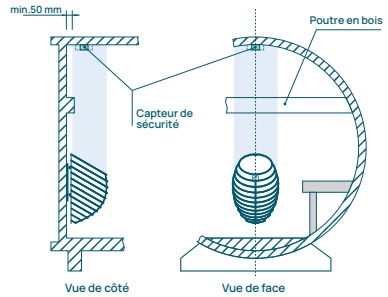

Figure 10. Installation du capteur de sécurité au plafond dans les saunas tonneau : chauffage mural
- Installez le capteur de sécurité au plafond si votre sauna tonneau est équipé d'une poutre en bois sur le mur où le chauffage est installé afin de garantir un fonctionnement optimal du capteur. Figure 10.